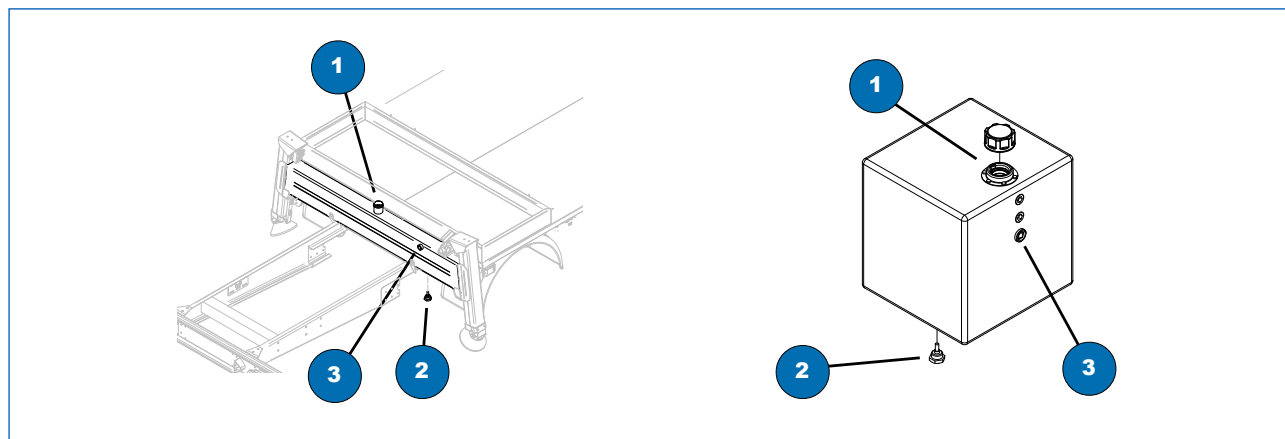

Fig. 8.2
Prima di ogni utilizzo, controllare visivamente il livello dell'olio idraulico attraverso l'indicatore sul serbatoio (Fig. 8.2, 3). Il livello deve trovarsi al centro dell'indicatore. Rabboccare se necessario tramite il tappo di riempimento. (Fig. 8.2, 1).
Per la sostituzione munirsi di idoneo recipiente o recipienti di sufficiente capacità (vedere la Sezione 3.6.1) e provvedere allo scarico dell'olio esausto allentando il tappo di scarico (Fig. 8.2, 2) posto sotto il serbatoio. Richiudere il tappo di scarico e riempire il serbatoio.
- rabboccare il serbatoio dell'olio idraulico (Fig. 8.2, 3) e controllare il livello attraverso l'apposito indicatore (Fig. 8.2, 1).